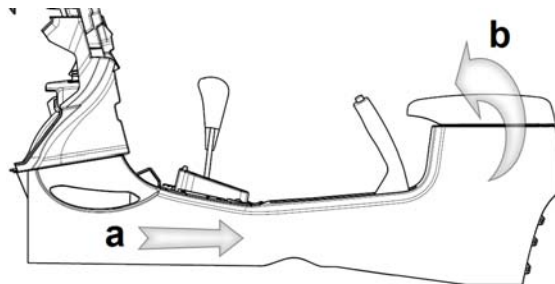

图6-2-11 副仪表板本体的拆卸(2)
(2) ①用手拖住副仪表板本体将本体后部慢慢向上抬起，与地板成一定适当角度；②同时将整个本体向上抬高，使换挡机构和手刹慢慢穿过副仪表板本体上面的过孔，最后将本体取下。如图6-2-11所示；